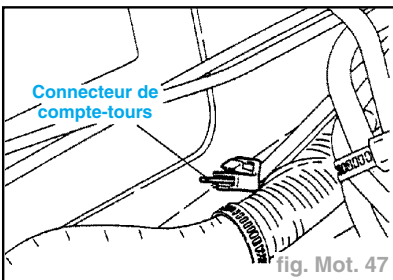

fig. Mot. 47
- Introduire un trombone dans le connecteur à 1 broche (bleu) comme indiqué dans l'illustration (fig. Mot. 47).
- mettre en place un trombone dans le connecteur à 1 broche, comme indiqué dans l'illustration (fig. Mot. 47),